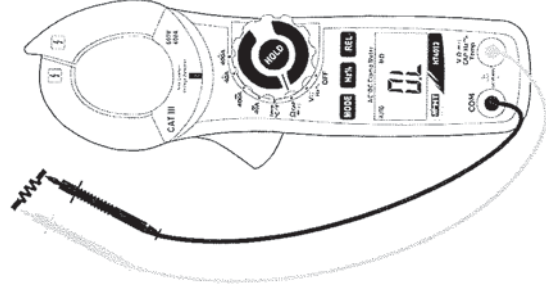

Fig. 5: Uso della pinza per misura di Resistenza
3. Posizionare i puntali nei punti desiderati del circuito in esame (Fig. 5). Il valore della resistenza verrà visualizzato sul display